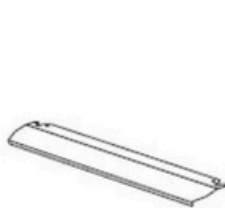

Figure 10
1. Eine Sicherheitsabdeckung schützt das Bedienfeld und die Tasten, wenn der Backofen im Grillmodus betrieben wird. (Abbildung 10)